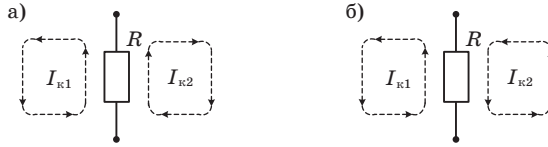

Рис. 1.8
*Собственным сопротивлением* контура называется сумма сопротивлений ветвей, входящих в контур. Сопротивление ветви (ветвей), являющейся общей для двух смежных контуров, называется *взаимным* сопротивлением. Собственное сопротивление всегда положительно, а знак взаимного сопротивления зависит от направления контурных токов смежных контуров (рис. 1.8). Если эти токи совпадают на взаимном сопротивлении – оно записывается в уравнении со знаком «+» (рис. 1.8, а), если не совпадают – со знаком «-» (рис. 1.8, б).